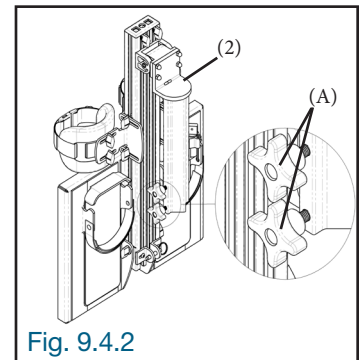

Fig. 9.4.2
9.4.2 Dévisser légèrement les boutons (A) du châssis (2) (Fig. 9.4.2).